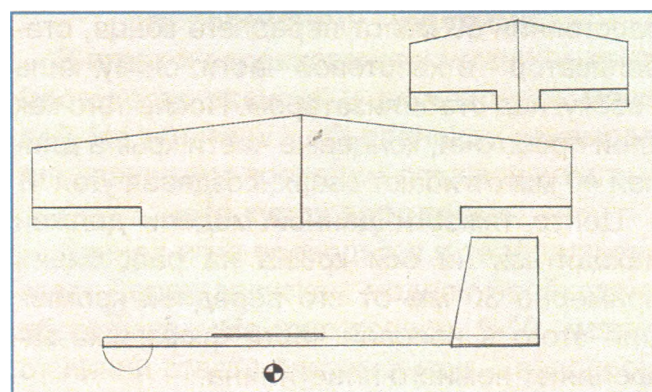

Рисунок 2 - Чертеж модели «Учебная модель-1»
1. **Фюзеляж** – основная часть модели, изготавливаемая из рейки, размер которой указан на чертеже (рисунок 2).